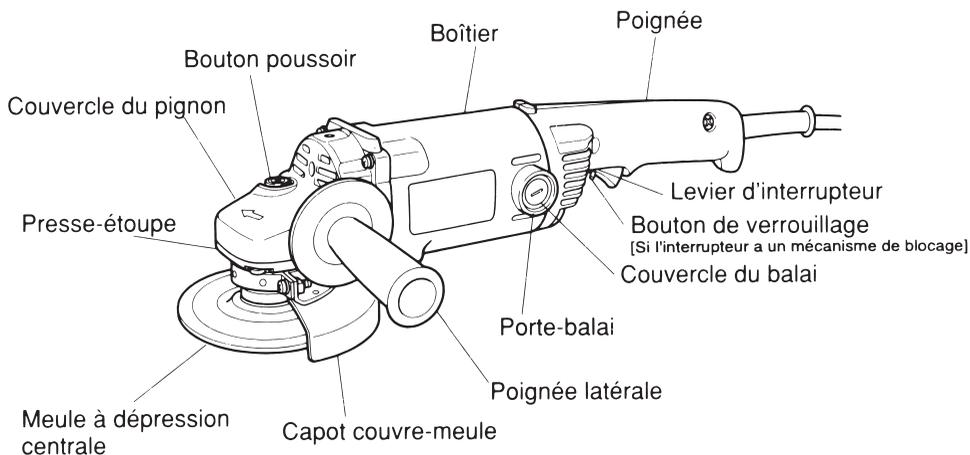

Fig.1
1. Maintenir la meuleuse fermement par sa poignée principale et sa poignée secondaire (Fig. 1).